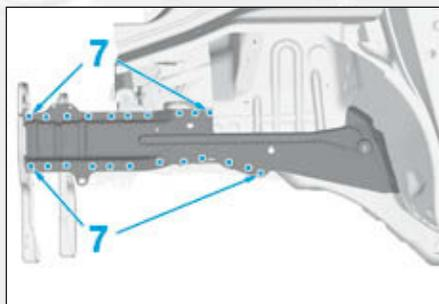

FIG.35
- par points bouchons MAG en (7), puis meuler les points de soudure (Fig.35).